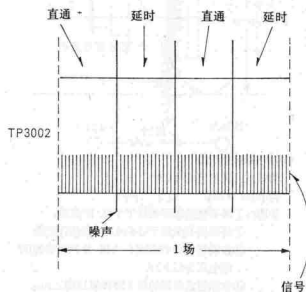

图14
②以SP方式录制NTSC制单像图形信号;
③将示波器连接TP3002;
- ④重放刚录制的磁带并置录像机于“CUE”模式；
⑤调节VR3801，使延时边电平等于正常边电平（波形变为平坦），如图14所示。